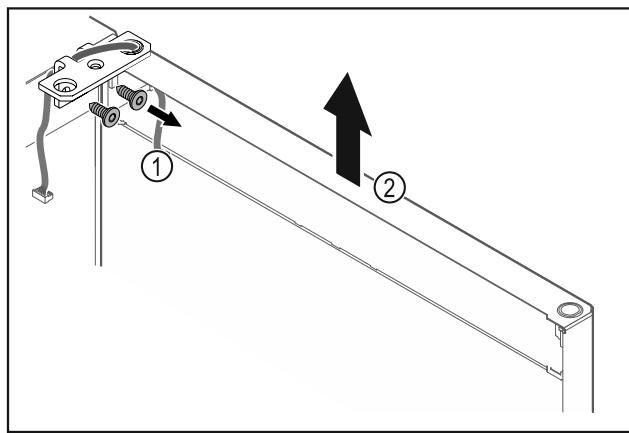

Fig. 23
- Odskrutkujte uholník závesu Fig. 23 (1).
- Zdvíhnite dvere vrátane uholníka závesu Fig. 23 (2) cca 200 mm nahor a odoberte ich.